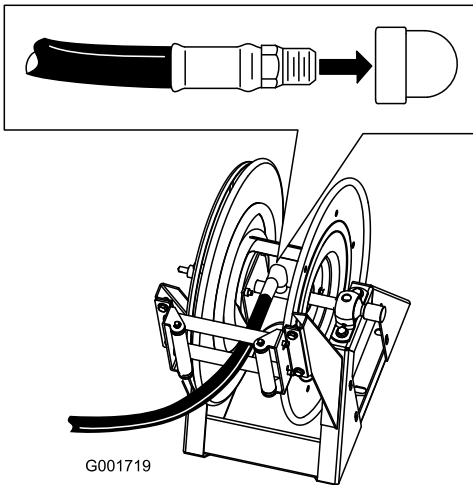

Figure 23
1. Enroulez du ruban Teflon® autour du filetage du raccord du long flexible et insérez le raccord dans le tube de raccordement sur le dévidoir (Figure 23).